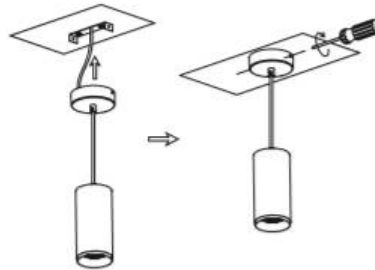

Рисунок 2 - Схема установки светильника
5.3 Вбейте пластиковый анкер в потолок. Закрепите монтажный кронштейн с помощью винта на потолке (см. рисунок 2).
5.4 Закрепите светильник в монтажный кронштейн с помощью винта (см.рисунок 2)